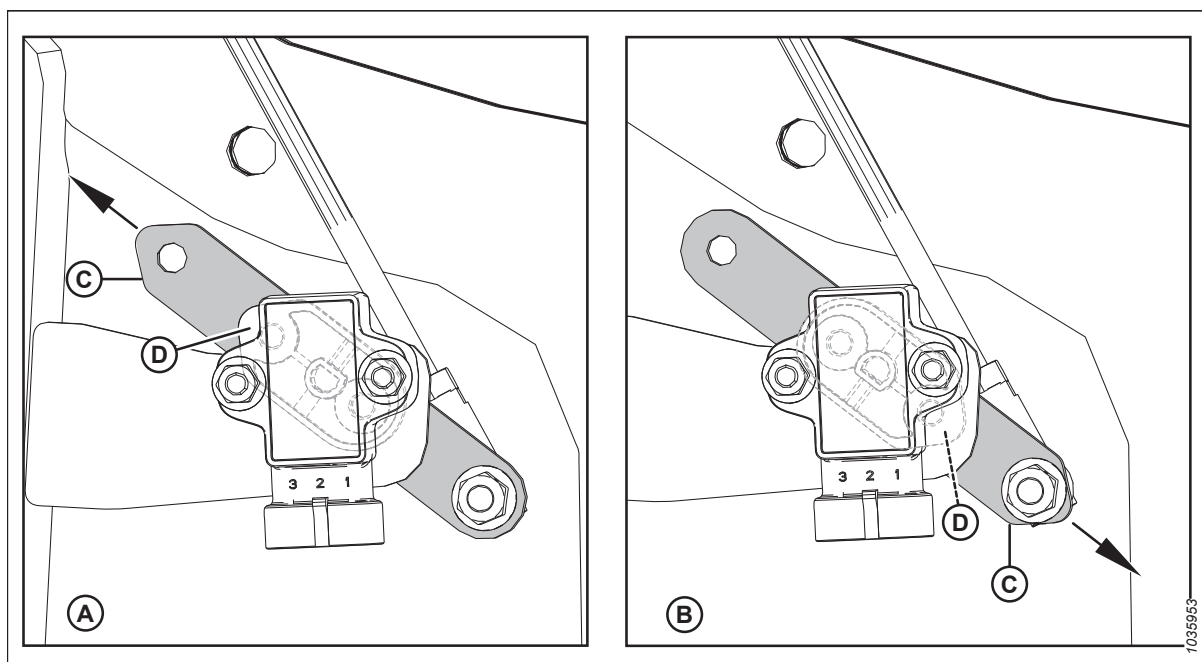

Figure 3.184: Configurations du bras/pointeur du capteur
4. Veillez à ce que le bras (C) et le pointeur (D) du capteur soient configurés correctement pour la plateforme. Pour obtenir des instructions, consultez la figure 3.184, page 172.